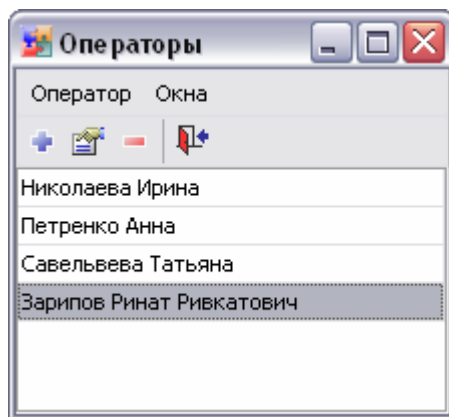

Рисунок 1.12
1. Выберите пункт меню Система ⇒ Администрирование ⇒ Операторы. Откроется окно «Операторы» (рис.1.12).
В результате выполненных действий в окне «Оператор» появится новая строка (рис.1.12).
1. Выберите пункт меню «Система ⇒ Администрирование ⇒ Операторы». Откроется окно «Операторы» (рис.1.12).